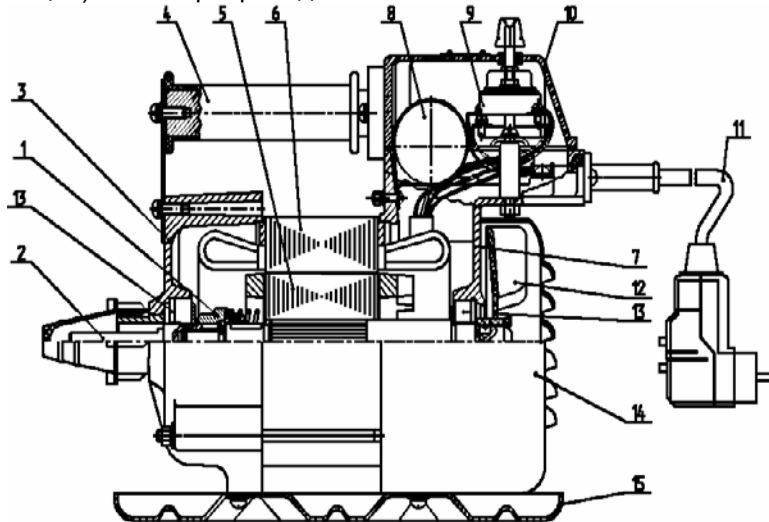

Рисунок 2.
5.3. Электропривод (рис.2) состоит из следующих основных частей: муфты сцепления 1, шпинделя 2, щита переднего 3, ротора 5, статора 6, щита Заднего 7, крышки 10, вентилятора 12, подшипников 13, кожуха 14 и основания 15.
5.4. Крутящий момент от шпинделя 2 электродвигателя передается шпинделю 4 (рис.2, 3) вибронаконечника через гибкий вал, состоящий из сердечника и защитной брони. Гибкий вал рассчитан на вращение только в правую сторону. В целях предохранения гибкого вала от раскручивания на валу электропривода предусмотрена муфта сцепления 1 (см. рис.2), допускающая одностороннее (правое) вращение.